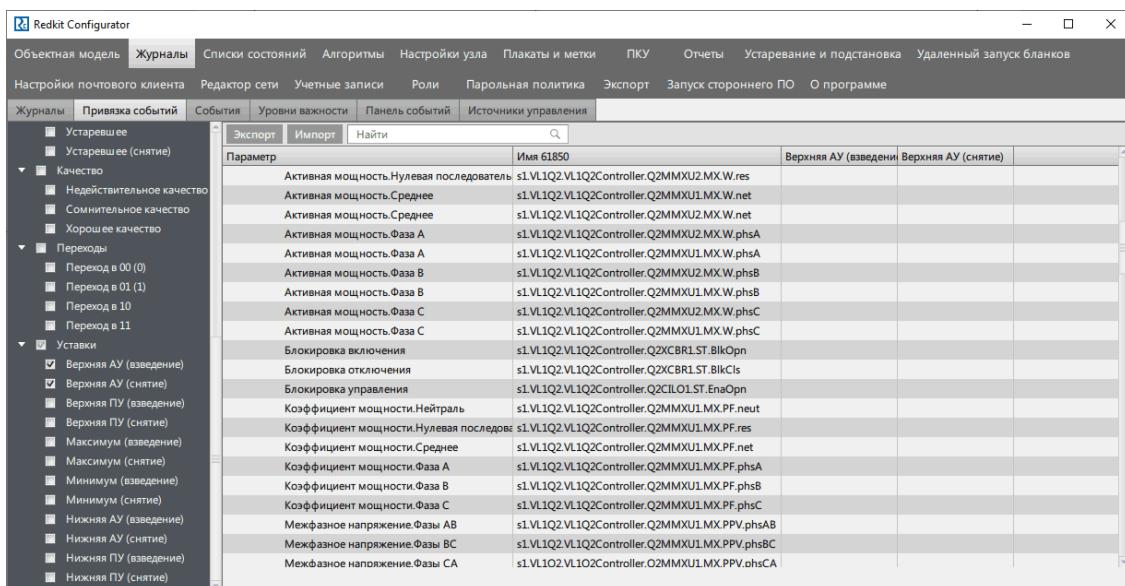

Рисунок 101 - Экспорт/Импорт привязок событий
1. Нажмите **Экспорт** (Рисунок 101).
1. Нажмите **Импорт** (Рисунок 101).